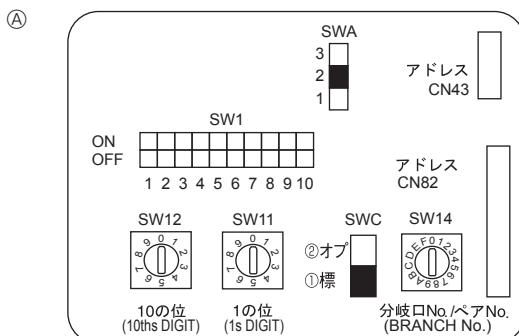

Fig. 6-6
6.4. Configuration des adresses (Fig. 6-6)
6.5. Réglage des interrupteurs pour différentes hauteurs de plafond(Fig. 6-6)
6.6. Détection de la température ambiante à l'aide du capteur intégré de la commande à distance (Fig.6-6)